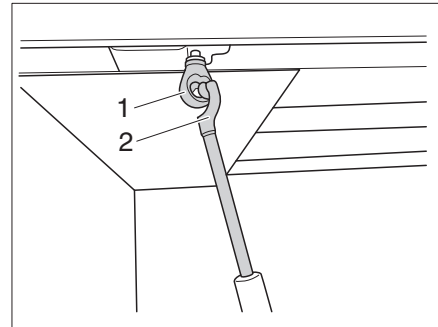

Fig. 155 Ajuste de la altura
- Enganchar la manivela (Fig. 155,2) en el ojal (Fig. 155,1) del ajuste de altura.